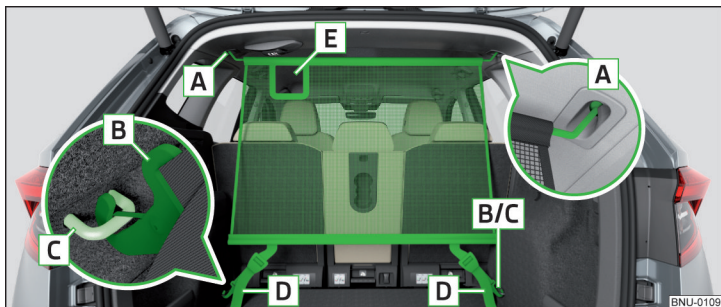

Fig. 148 Peretele despărțitor din plasă aflat în spatele banchetei
- ▶ Pentru **montare**, așezați bara transversală în elementul de prindere **A** mai întâi într-o parte și apăsați-o apoi spre înainte. Introduceți în mod similar bara transversală pe cealaltă parte a autovehiculului, în elementul de prindere **A** » fig. 148.
- ▶ Trageți bine de capătul liber al centurii **D** » fig. 148.